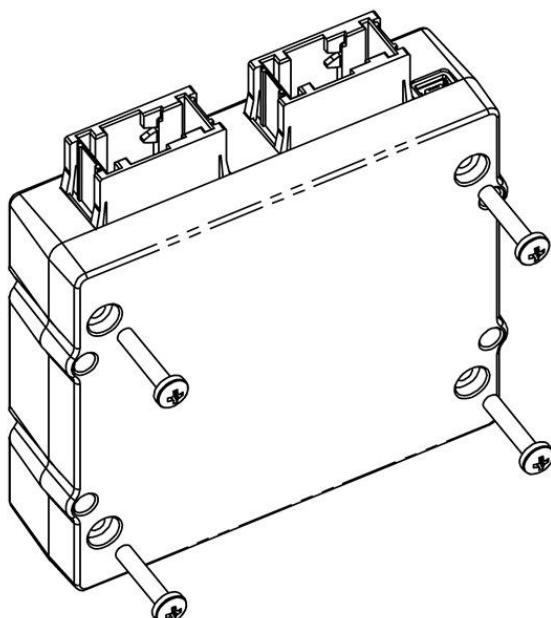

Рисунок 4.1
1. Открутите крепежные винты,держивающие крышку корпуса устройства (см. рисунок 4.1).